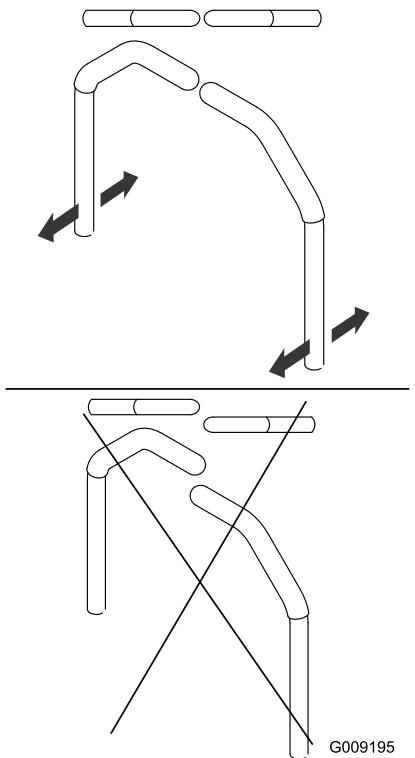

Figure 51
7. Réglez l'alignement avant/arrière des leviers en les plaçant tous deux à la position POINT MORT, puis faites-les coulisser jusqu'à ce qu'ils soient alignés, et serrez les boulons (Figure 51).